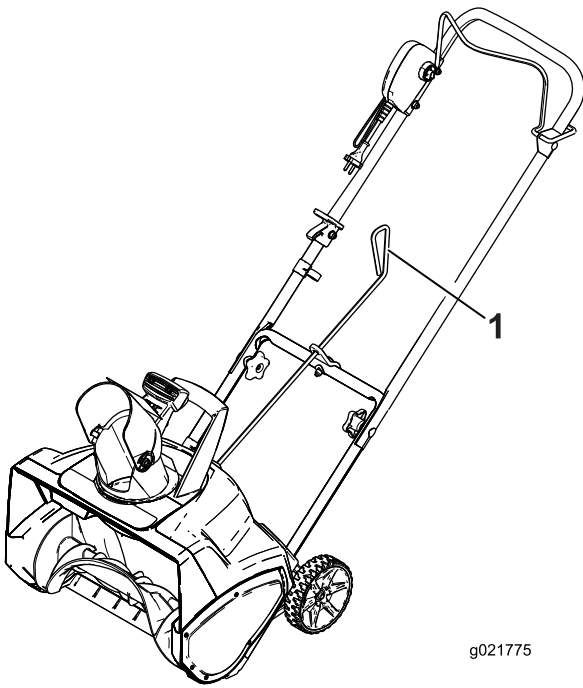
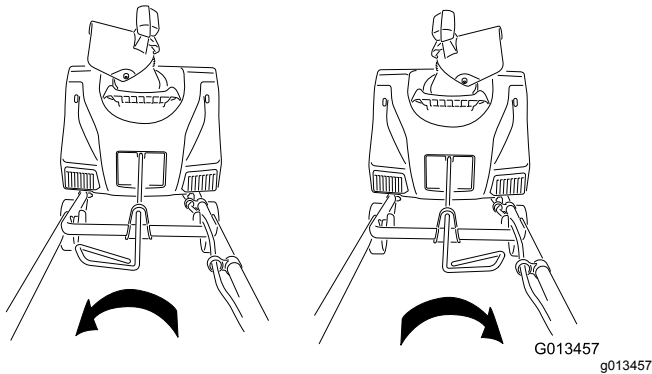

Figura 6
Figura 7
4. Asegúrese de que la palanca de la varilla de control del conducto está orientada hacia arriba (Figura 6), e inserte la varilla en el orificio en forma de bocallave de la parte trasera de la carcasa.
6. Mueva la palanca de la varilla de control del conducto para comprobar que se desplaza en la misma dirección que el conducto (Figura 7).
Para ajustar el conducto de descarga, mueva la palanca de la varilla de control en la dirección en la que desea dirigir la corriente de nieve (Figura 6 y Figura 7).